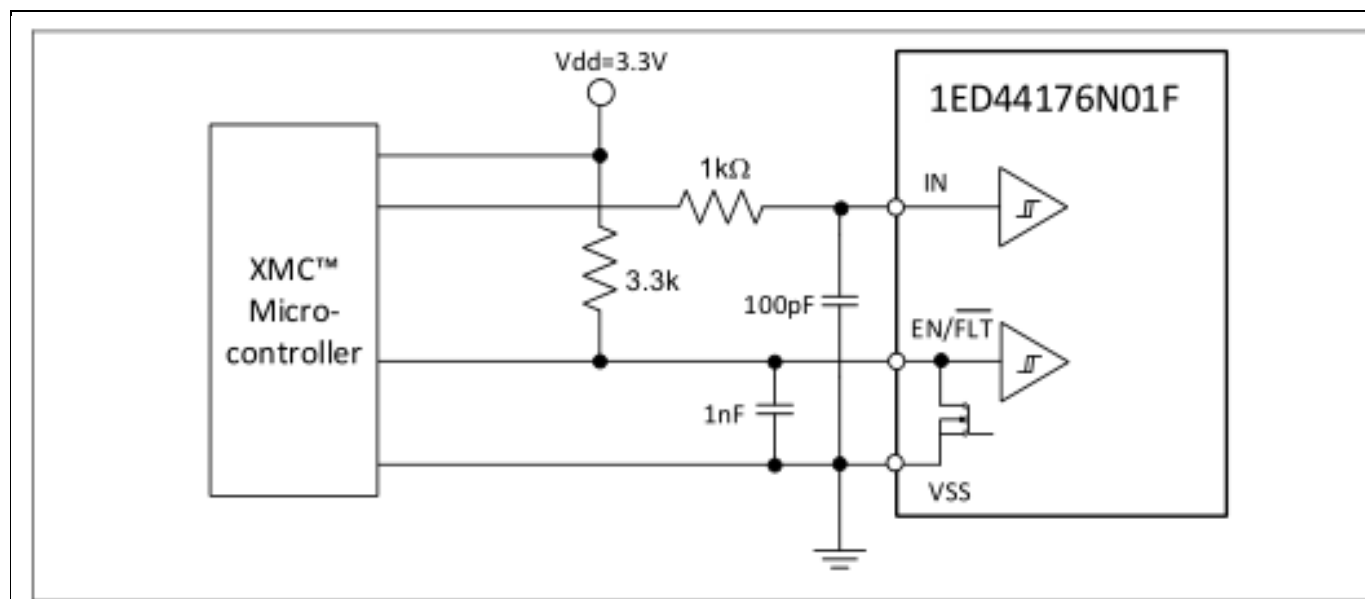
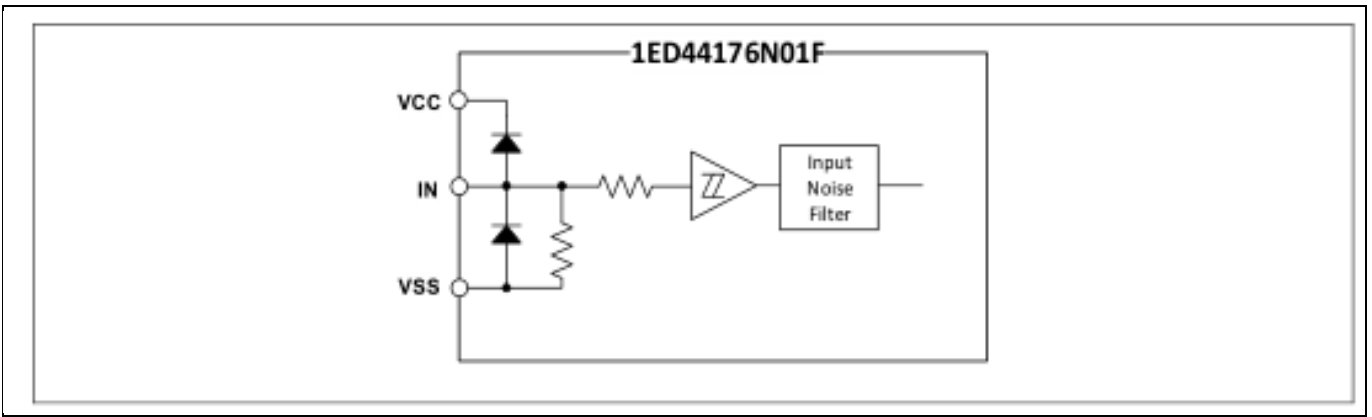

Figure 3 推荐的微控制器 I/O 接口电路
Figure 4 1ED44176N01F 简化的输入结构图
- 为防止信号振荡，建议使用 RC 滤波器，如图 3 所示。
图 3 显示微控制器（ $\mu C$ ）或数字信号处理器（DSP）与 1ED44176N01F 之间的 I / O 接口电路。1ED44176N01F 输入逻辑为高电平有效。EN/ $\overline{FLT}$  输出为漏极开路配置。该引脚应通过上拉电阻由外部逻辑电源上拉至高电平。如果外部逻辑电源为 3.3 V，那么推荐使用 3.3k 上拉电阻。
如图 4 所示，1ED44176N01F 输入信号部分集成一个下拉电阻。因此，在微控制器输出和 1ED44176N01F 输入之间使用外部滤波电阻时，注意 1ED44176N01F 输入端子的信号电压降。它应满足逻辑“1”输入电压要求。譬如，对于图 3 所示电路，建议使用 R = 1 k $\Omega$ 、C = 100 pF 元器件值。